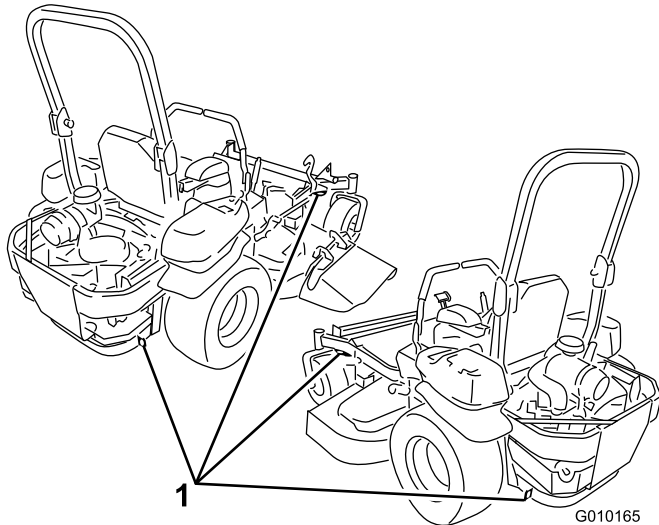

Figura 36
5. Utilice los bucles metálicos de amarre de la máquina para sujetar la máquina firmemente al remolque o al camión con correas, cadenas, cables o cuerdas (Figura 36).